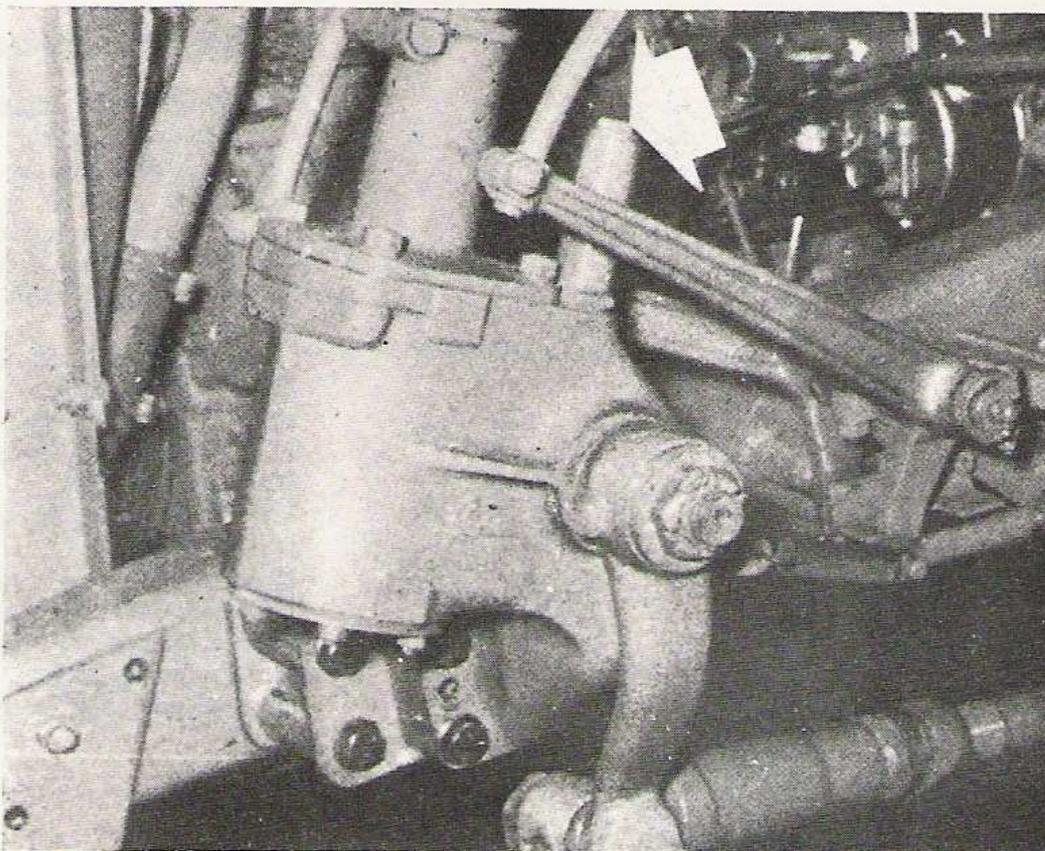

Fig. 10.2. - Tapón llenado aceite de la dirección
- a) Inspeccionar el nivel de aceite en el cárter-dirección. Debe alcanzar el tapón de llenado situado en la parte superior del cárter (fig. 10.2), directamente detrás de la base del árbol de dirección.